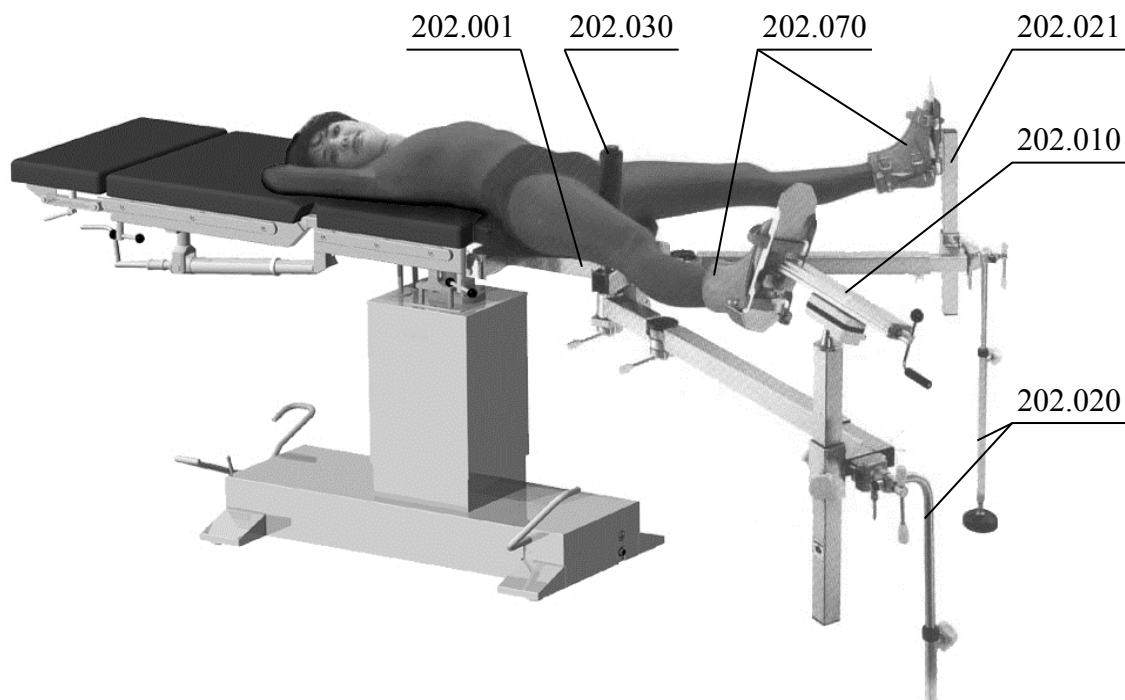

Рисунок 13 – Вариант крепления приспособлений базового комплекта на операционном столе (вытяжка нижних конечностей)
9.3 Вытяжка нижних конечностей (Рисунок 13).